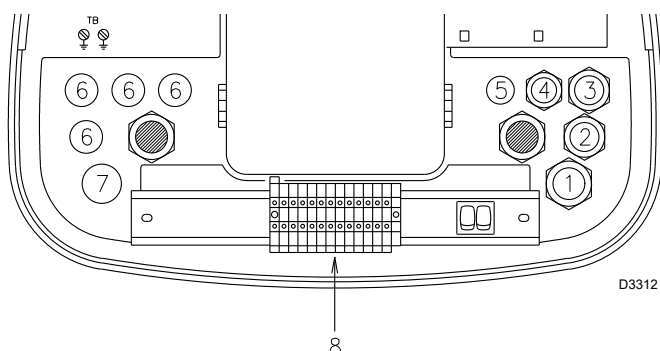

Abb. 14
- falls unter Gummiummantelung den Typ H05 RR-F verwenden. Alle, an das Klemmenbrett 8) (Abb. 14) des Brenners zu schließenden Kabel müssen durch die entsprechenden Kabeldurchgänge geführt werden.